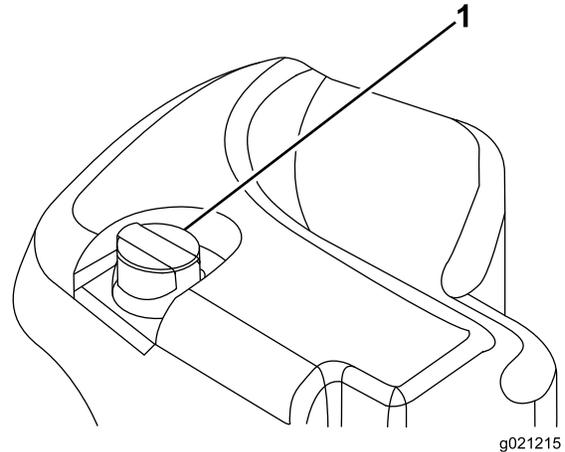

Bild 32
2. Reinigen Sie den Bereich um den Einfüllstutzen und den Deckel des Hydraulikölbehälters (Bild 32).